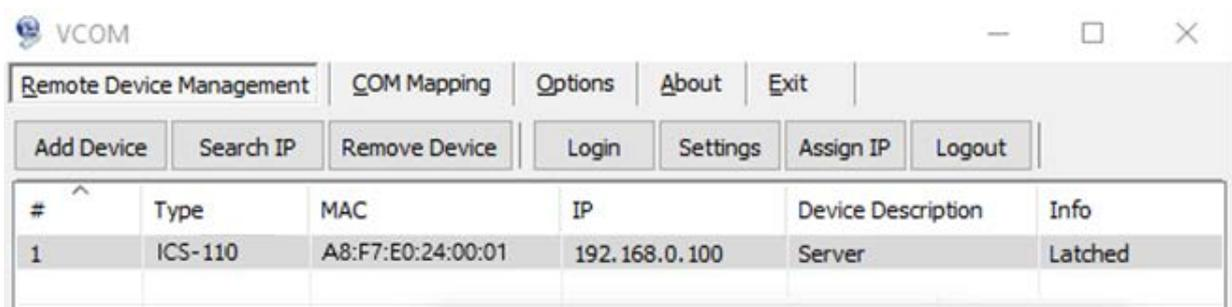

Figura 5-2-2:Un dispositivo agregado con éxito
2. Después de agregar un dispositivo ICS-110 como se muestra en la Figura 5-2-2.